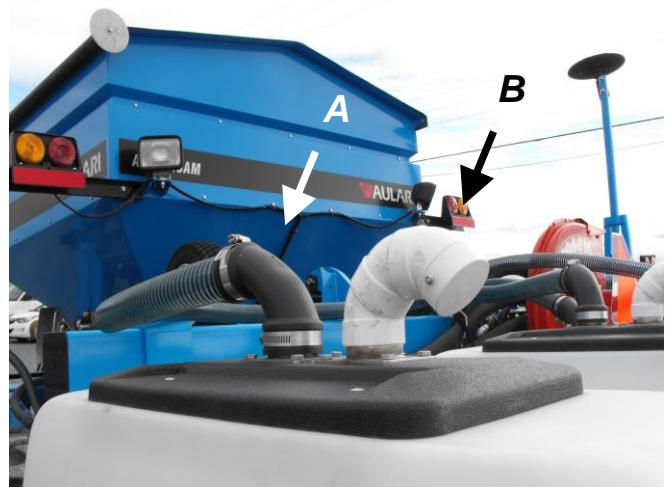

Figure 12L
- 8. Installez l'extrémité démonté du boyau au coude de caoutchouc noir sur la boîte de semence du planteur [Figure 12L, **A**]. Bien vous assurez d'avoir retirer le bouchon rouge au préalable. Les boyaux
10. Retirez le capuchon blanc sur le coude d'évacuation d'air [Figure 12L, **B**]. Cette sortie sert à évacuer l'air produite par la turbine du système **Aulari**.